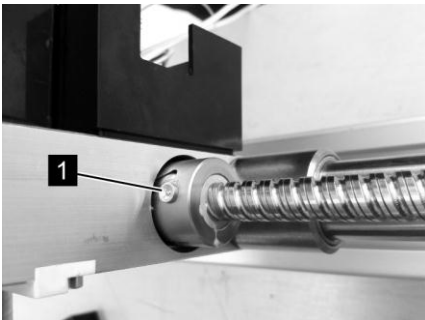

Abb. 32: Kugelumlaufspindel X-Achse
4. Fettpresse mit hellem Lagerfett auf die Fettbohrung der Kugelumlaufmutter X-Achse (Abb. 32/1) setzen.